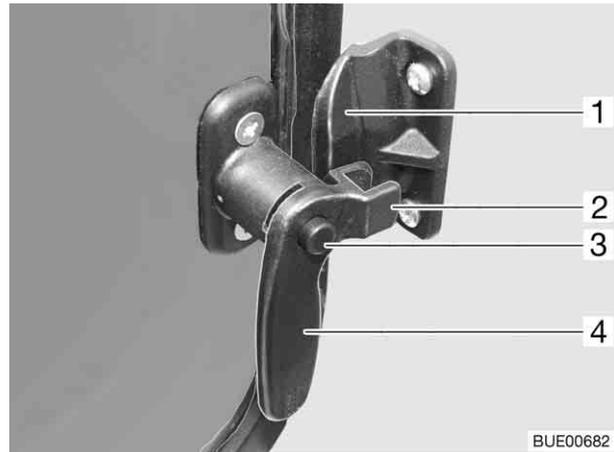

Bild 26 Fenster Eingangstür, Verriegelungshebel geschlossen
- Den Sicherungskopf (Bild 26,3) drücken und gedrückt halten.
- Den Verriegelungshebel (Bild 26,4) zur Fenstermitte hin drehen.
- Den Sicherungsknopf (Bild 26,3) drücken und gedrückt halten.
- Den Verriegelungshebel (Bild 26,4) zum Fensterrahmen hin drehen. Die Gabel (Bild 26,2) am Verriegelungshebel liegt komplett auf der Innenseite der Fensterverriegelung (Bild 26,1).